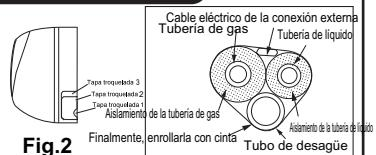

Fig.2
- 1. Cuando enrute las tuberías y los cables por el lado izquierdo o derecho de la unidad interior corte las tapas troqueladas de la carcasa si es necesario (como se indica en la Fig.2).